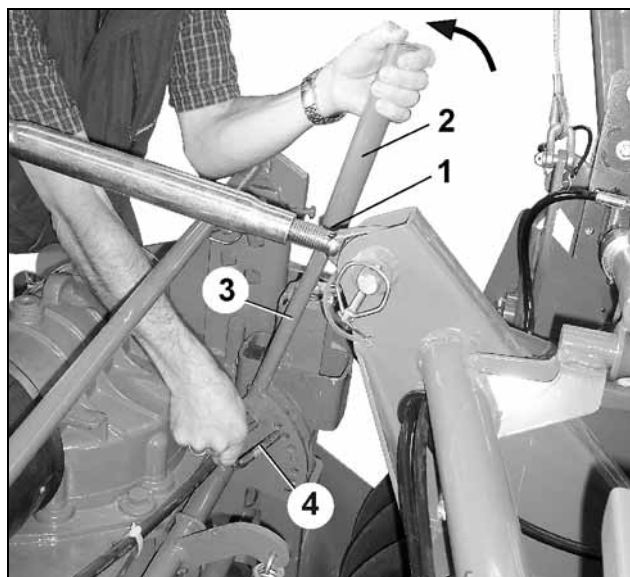

Fig. 106
- Allentare la spina a scatto (Fig. 106/1)
- Estrarre la prolunga della leva (Fig. 106/2) dalla leva (Fig. 106/3)
- Ruotare la prolunga della leva e fissarla sulla leva con una spina a scatto (Fig. 106).
- Bloccando mediante il bullone (Fig. 106/4) nel gruppo forato, regolare la barra livellatrice sull'altezza desiderata.